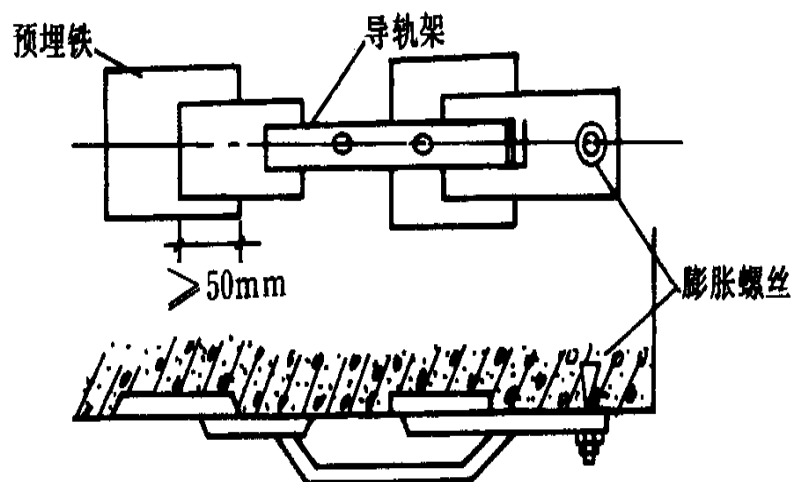

图 2-2 导轨支架满焊
(1) 清除预埋铁表面混凝土。若预埋铁打在混凝土井壁内, 则要从混凝土中剔出。
(2) 在预埋铁上补焊铁板。铁板厚度 $\delta \geq 16\text{mm}$ , 长度一般不超过 300mm。当长超过 200mm 时, 端部用不小于 $\phi 16$  的膨胀螺栓固定于井壁。加装铁板与原预埋铁搭接长度不小于 50mm, 要求三面满焊 (图 2-2)。